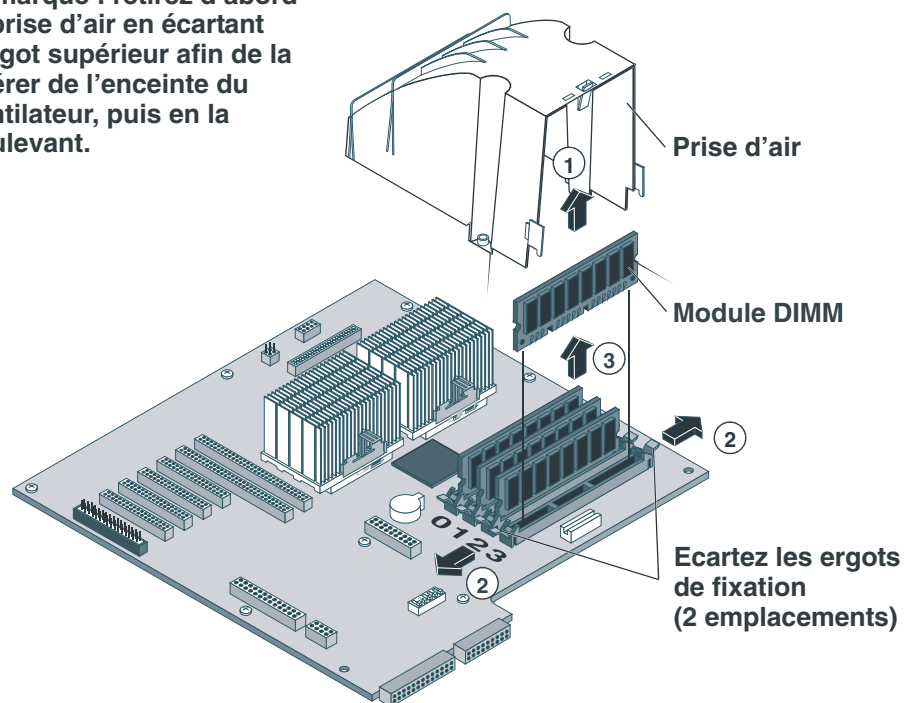

Figure 3-15. Installation du module DIMM
5. Insérez entièrement le module DIMM dans le logement, en le tenant par les côtés. Voir la *Figure 3-15*.